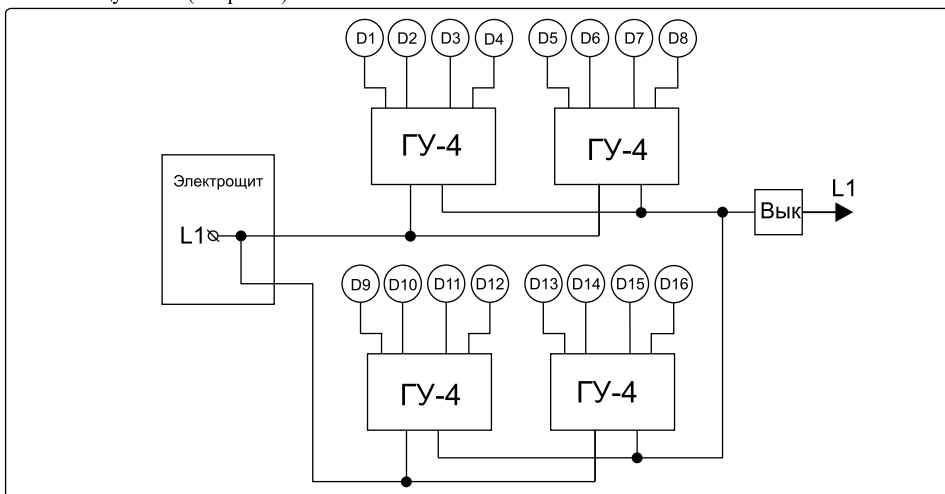

Рисунок 4. Разделение на две группы по питанию
- На кабельном вводе обрезать ступеньку, соответствующую диаметру используемого кабеля (см. рис. 4).
- К каждой группе отдельным кабелем (с поперечным сечением жилы не менее 2,5 мм²) подключить питающую сеть (см. рис. 4).